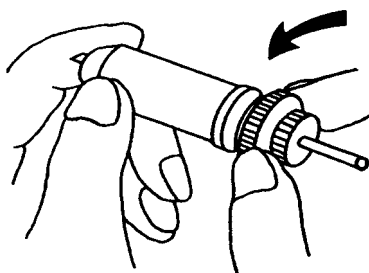

Рис. 2-11
1. Ослабьте **контргайку** на держателе ножа (см. рис. 2-11).